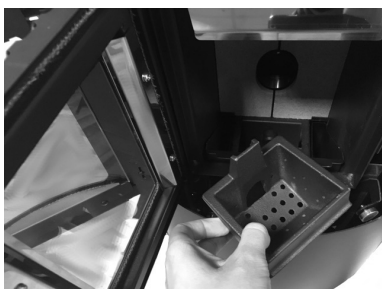

Fig. 19 - Remoção do braseiro
- Remover o braseiro (ver **Fig. 19**) do próprio alojamento e esvaziá-lo das cinzas.